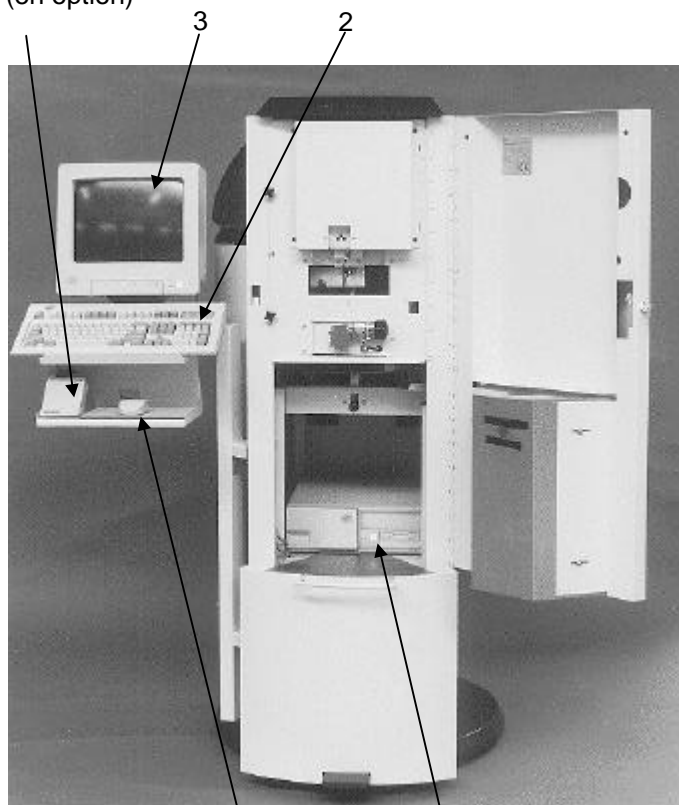

figure 8
- Mettre en place le clavier (n° 2), le moniteur (n° 3) et l'ordinateur (n° 4) - ainsi que la souris (n° 5) et l'imprimante d'étiquettes (n° 6) le cas échéant -, comme indiqué sur la figure 8.